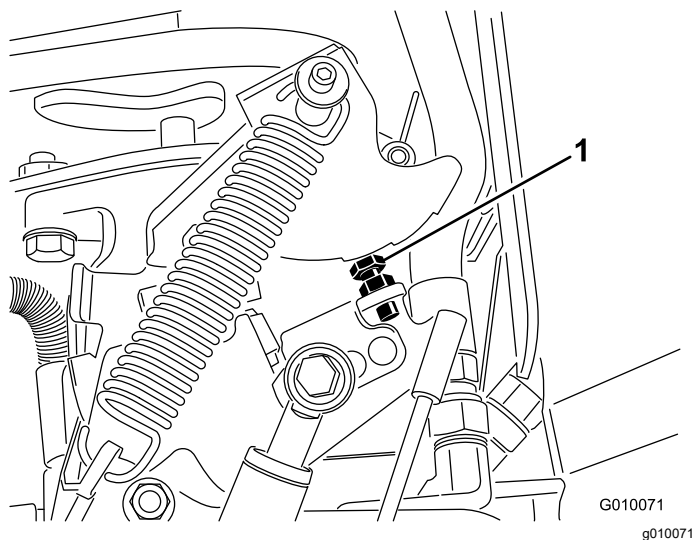

Figura 70
6. Si es necesario realizar un ajuste, enrosque el perno de tope de la bomba (Figura 70) en la placa de tope para reducir el espaciado de las perforaciones, o desenrosque el perno de tope de la placa de tope para aumentar el espaciado de las perforaciones.